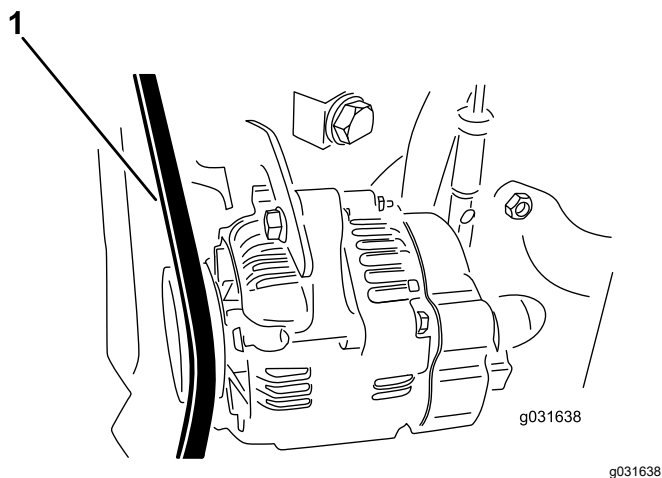

図 58
2. プーリとプーリの間中部でベルトを指で 0.25 kg 程度の力で押して点検する 図 58。